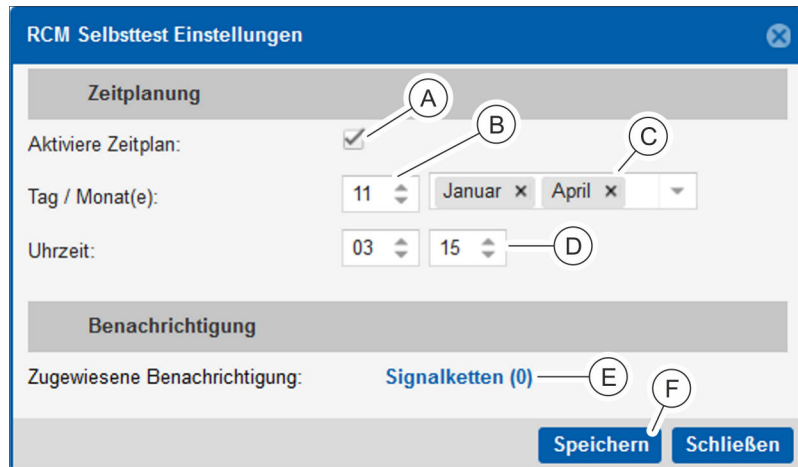

Abb. 110: RCM Selbsttest Einstellungen
1. ➤ Über das Menü „Konfiguration“ → RCM Selbsttest Einstellungen“ die Maske "RCM Selbsttest Einstellungen" aufrufen (Abb. 110).
2. ➤ Checkbox „Aktiviere Zeitplan“ anklicken, um den automatischen RCM Selbsttest zu aktivieren (Abb. 110/ⓐ).
3. ➤ Über das Feld „Tag“ den gewünschten Tag des Monats auswählen (Abb. 110/ⓑ).
4. ➤ In der Auswahlbox „Monat(e)“ die gewünschten Monate auswählen (Abb. 110/ⓒ).
5. ➤ In den Feldern „Uhrzeit“ die gewünschte Uhrzeit auswählen (Abb. 110/ⓓ).
6. ➤ Gegebenenfalls Signalketten zuweisen, die nach der Durchführung des RCM Selbsttests ausgeführt werden (Abb. 110/ⓔ).
7. ➤ Einstellungen über die Schaltfläche „Speichern“ übernehmen (Abb. 110/ⓕ).